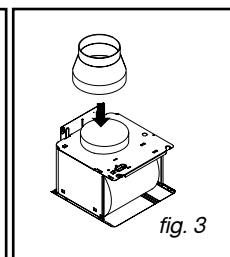

fig. 3
– Se possuir um tubo com 125 mm de diâmetro, utilize o adaptador fornecido (fig. 3).